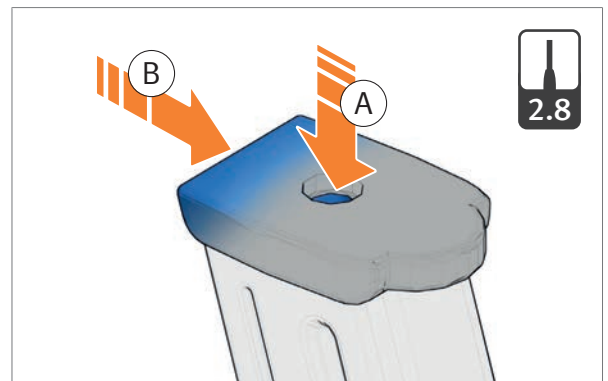

Abb. 62: Magazinboden nach vorne schieben
1. Bodenhalter mit Durchtreiber eindrücken und Magazinboden nach vorne schieben (Abb. 62).
2. Magazinboden vom Magazingehäuse ziehen (Abb. 62).